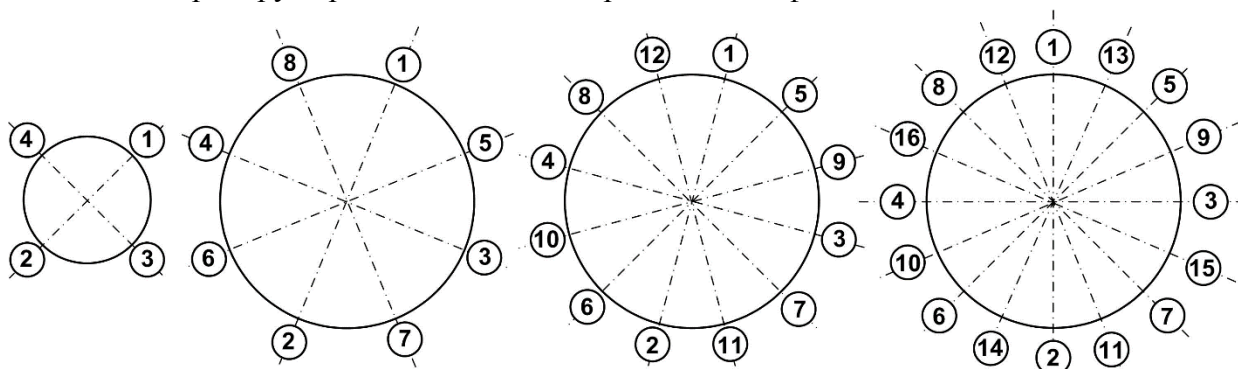

Рис.4 - Очередность затяжки гаек на фланцах
3.5.5 Затяжка гаек при установке ИУ или имитатора в трубопровод должна производиться в очередности, обозначенной на рис.4, динамометрическим ключом с крутящим моментом не более, указанного в табл.8. **В случае превышения усилия затяжки возможно повреждение ИУ.**